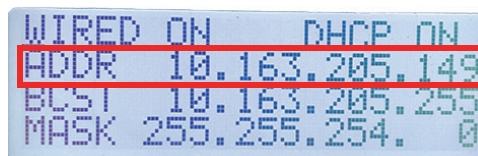

Abbildung 4-4 Vom Netzwerk zugewiesene IP-Adresse
5. Nach dem Neustart des BTX III navigieren Sie zu **Main Menu > Advanced Menu > Configure Network > DHCP Menu** (Hauptmenü > Erweitertes Menü > Netzwerk konfigurieren > DHCP-Menü), um die vom Netzwerk zugewiesene IP-Adresse anzuzeigen (Abbildung 4-4 auf Seite 66).